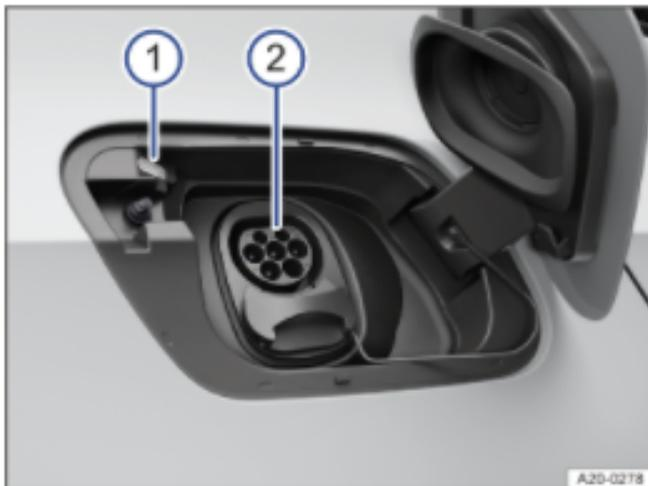

Abb. 1 Hinter der Batterieladeflappe hinten rechts: Ladedose.
- ① Ladevorgangsanzeige (→ *Ladevorgangsanzeige*).
- ② Ladedose.
Ladestation, Wallbox, Netzsteckdose: Die Hochvoltbatterie des Fahrzeugs kann über den oberen Anschluss der Ladedose mit **Wechselstrom (AC)** geladen werden → *Abb. 1* ②.